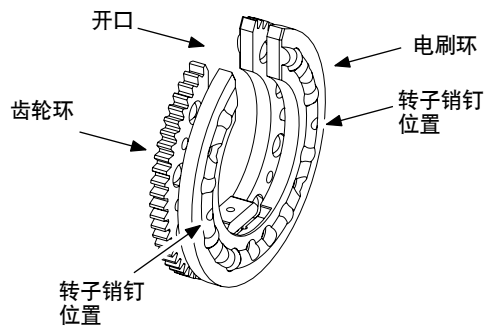

图 39 把转子放在工作台上
2. 把转子放在清洁干燥的台面上, 转子开口朝上。把齿轮环与电刷环分离到使两个转子销钉脱离的程度。参考图 39。